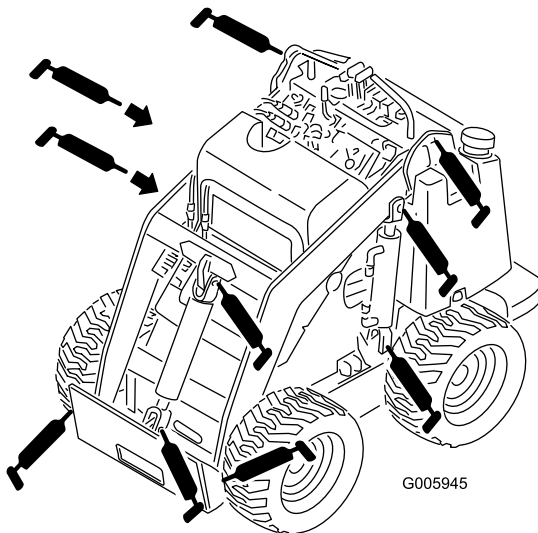
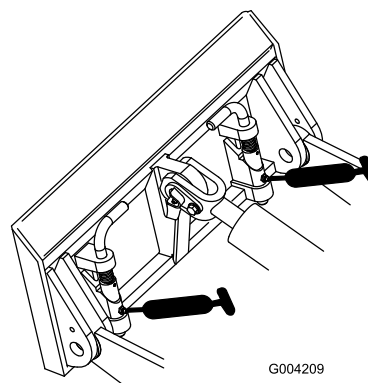

Bild 24
Bild 25
4. Setzen Sie die Fettpresse nacheinander an allen Nippeln an (Bild 24 und Bild 25).